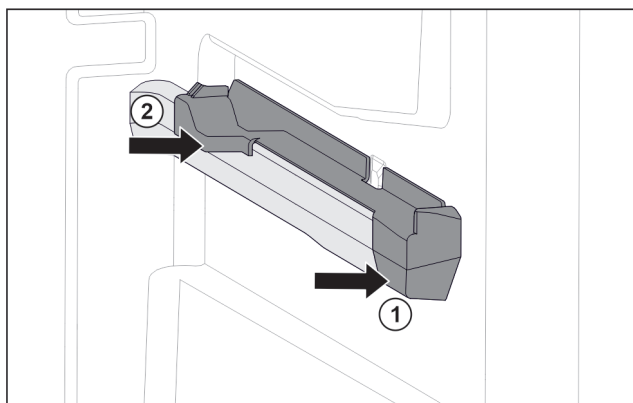

Fig. 84 Nasazovací díl na pravém žebrování na nádoby
- Nasadte nasazovací díl na žebrování na nádoby. *Fig. 84 (1)*
- Přitlačte nasazovací díl k zadní části. *Fig. 84 (2)*